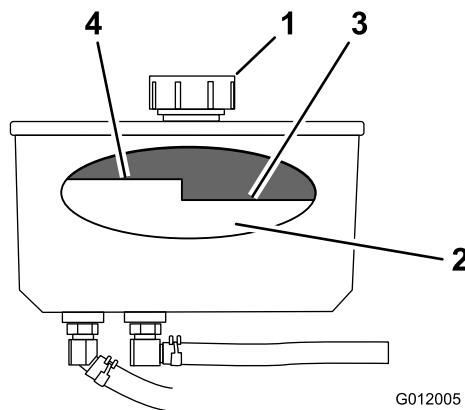

Figure 75
4. Nettoyez la surface autour du bouchon et du goulot de remplissage du réservoir hydraulique (Figure 75).
5. Enlevez le bouchon du goulot de remplissage (Figure 75).
- Remarque:** Lorsque l'huile est chaude, le niveau doit être en dessous du repère « à chaud » sur le déflecteur (Figure 75).